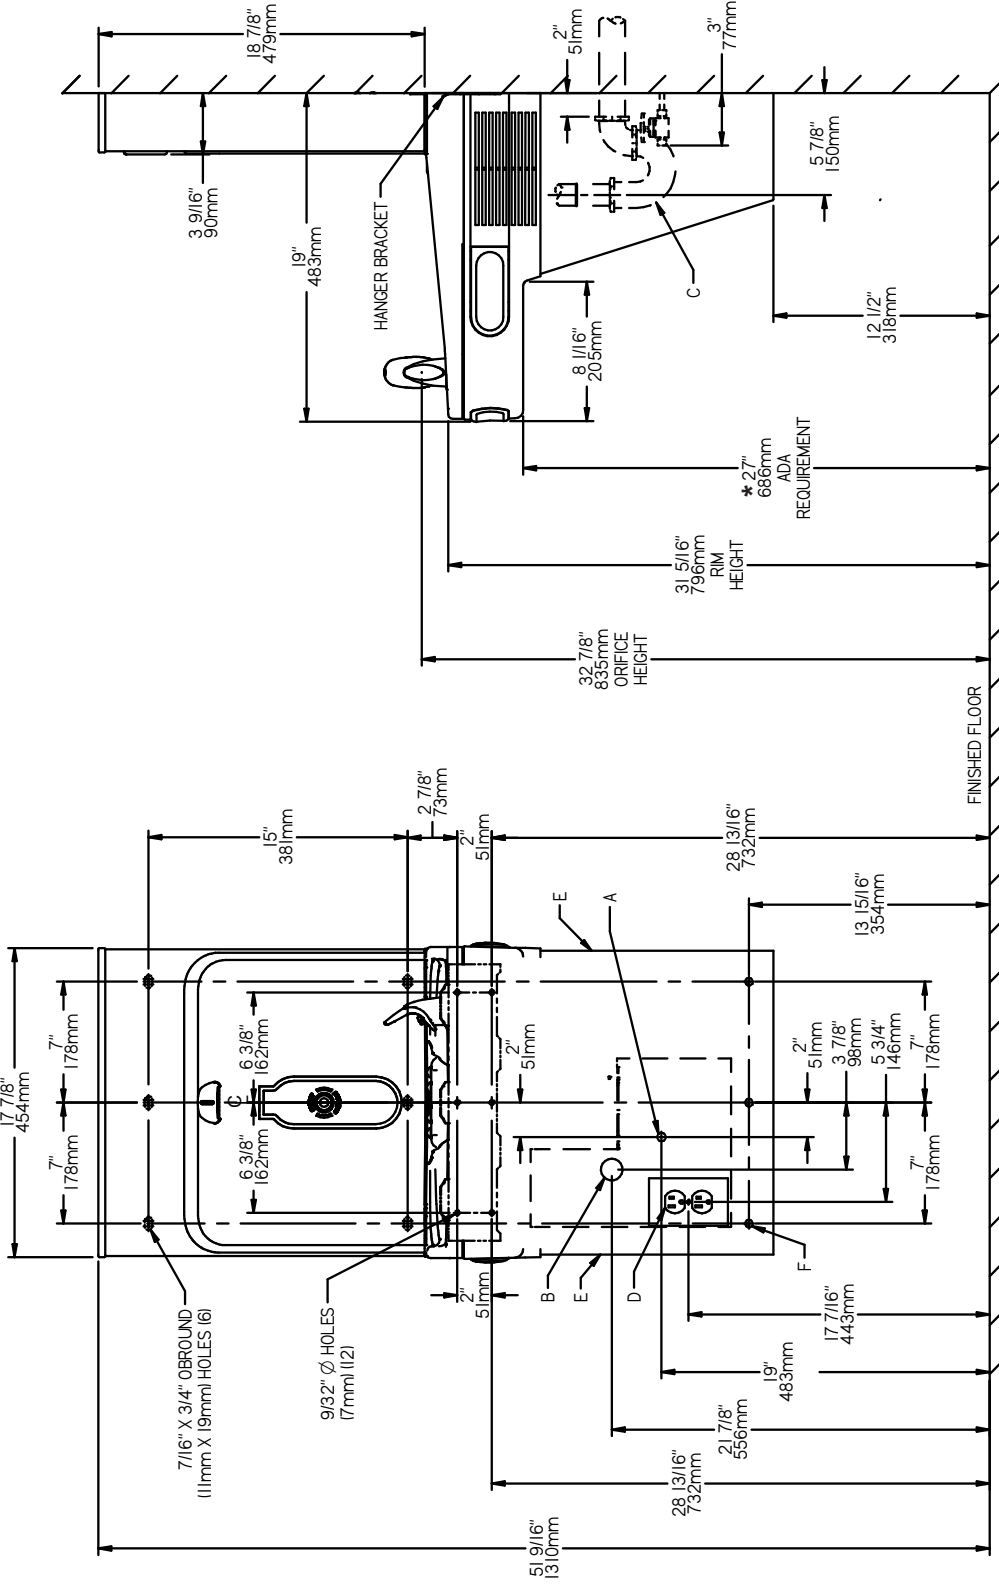

Fig. 2
- 1) Remove hanger bracket fastened to back of cooler by removing one (1) screw.
- 2) Mount the hanger bracket as shown in Figure 2.
- NOTE:** Hanger Bracket **MUST** be supported securely. Add fixture support carrier if wall will not provide adequate support. Anchor hanger securely to wall using all six (6) 1/4 in. dia. mounting holes.
- 3) Hang the cooler on the hanger bracket. Be certain the hanger bracket is engaged properly in the slots on the cooler back as shown in Figure 2.
- 4) Remove the four (4) screws holding the lower front panel at the bottom of cooler. Remove the front panel by pulling straight down and set aside.
- 1) Retire el soporte fijador que se encuentra conectado a la parte posterior del enfriador sacando un (1) tornillo.
- 2) Monte el soporte fijador de la manera descrita en Fig. 2.
**NOTA:** Es necesario que el soporte fijador sea apoyado seguramente. Agregue un portador al soporte fijador si La pared no aporta soporte adecuado. Amarre el soporte colgante seguramente a la pared. Usando todos los seis (6) agujeros de montaje de ¼ pulg. (63.5 mm) de diám.
- 1) Retirez le support de suspension fixé au dos du refroidisseur en retirant une (1) vis.
- 2) Montez le support de suspension comme indiqué dans la figure 2.
- 3) Pendez le refroidisseur au support de suspension. Assurez-vous que le support est correctement inséré dans les emplacements au dos du refroidisseur, comme indiqué dans la figure 2.
- 4) Retirez les four (4) vis maintenant en place le panneau frontal au bas du refroidisseur. Retirez le capot inférieur en tirant vers le bas et mettez-le de côté.